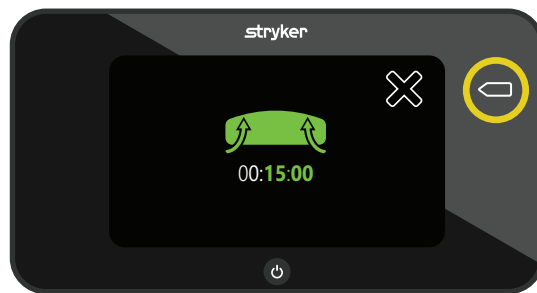

Abbildung 26 – Abbrechen von Max. Inflation
3. Zum Abbrechen von Max. Inflation die **Aktionsschaltfläche** neben dem Symbol **Abbruch** drücken oder warten, bis die Zeit auf dem Timer abgelaufen ist (Abbildung 26).